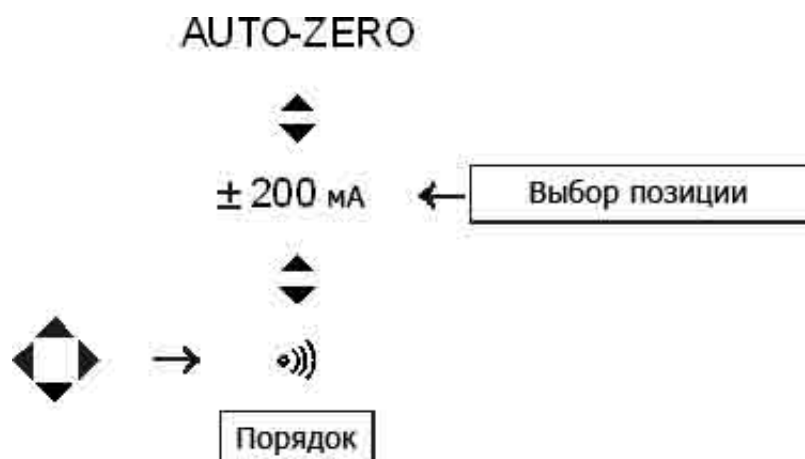

Рис.32. Выбор режима измерения целостности соединения током ± 200 мА
- Выбрать режим измерения ± 200 мА (видимый на линейке функции измерения) согласно алгоритму, представленному на Рис.32;